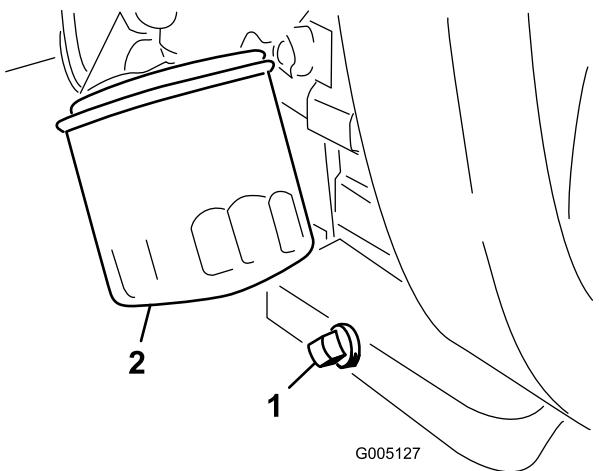

図 45
1. ドレン・プラグ（図 45）を外してオイルを容器に受ける。オイルが抜けたらドレン・プラグを取り付ける。
2. オイルフィルタ（図 45）を外す。新しいフィルタのガスケットに薄くエンジン・オイルを塗る。